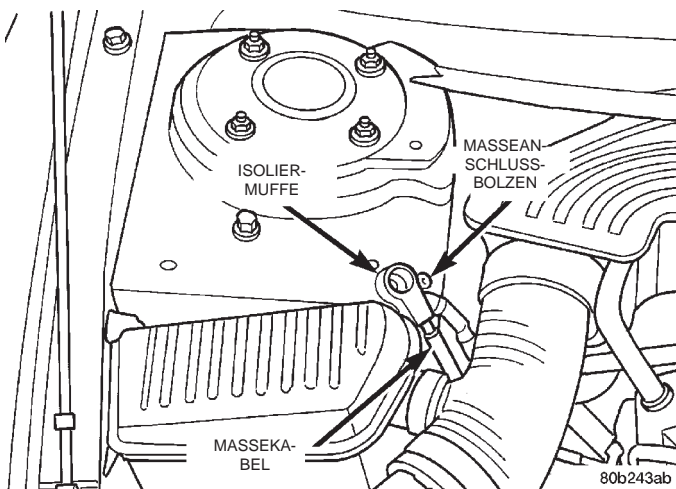

Abb. 2 Korrekt isoliertes Massekabel
(1) Massekabel der Batterie vom Masseanschlussbolzen am Federbeindom abschrauben. Zur Isolierung die Isoliermuffe des Kabels auf den Masseanschlussbolzen schrauben (Abb. 2).